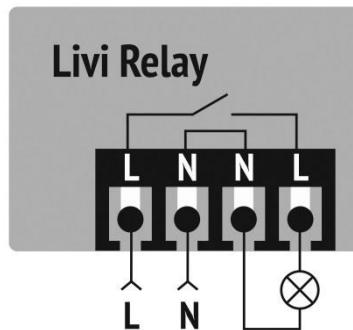

Рисунок 7.1 – Схема подключения реле
2. Подключите кабель электросети к клеммам реле, а затем реле к сторонней системе, электроприбору или реле кабелем достаточного сечения в соответствии с выбранной нагрузкой. Подключение выполните по схеме (см. рисунок 7.1).